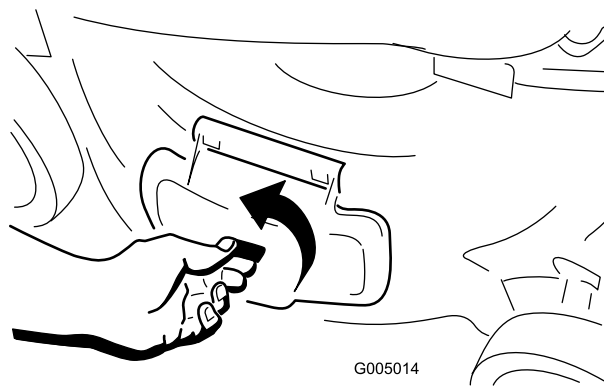

Figure 20
1. Déverrouillez le volet d'éjection latérale (Figure 20).